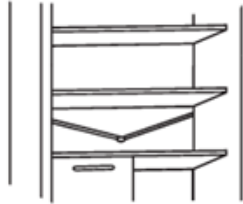

Fig. 19
• Houd de afvoerbuys (Afb. 19) proper in het koelgedeelte om het vrij van water te houden.